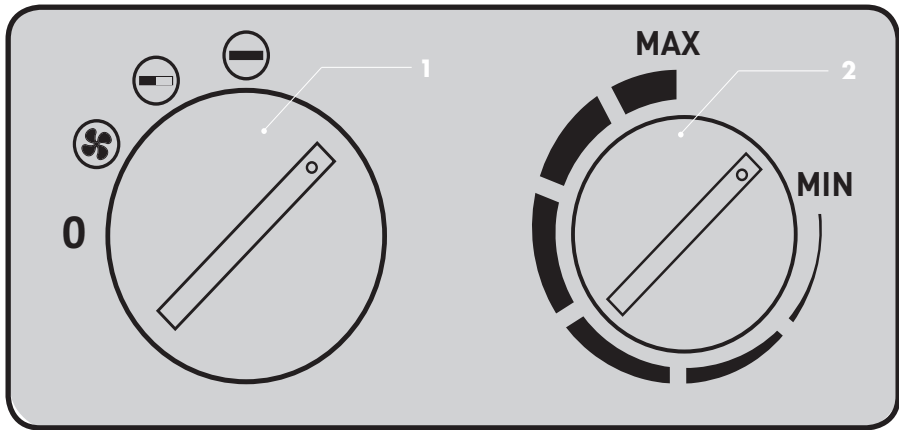

Abb. 2: Bedieneinheit
2. Schalten Sie nun das Gerät ein, indem Sie den Heizstufenschalter (siehe Abb. 2, Nr.1) auf die gewünschte Position bringen. Dabei gilt:
1. Starten Sie das Gerät, indem Sie mit Hilfe des Heizstufenschalters (siehe Abb. 2, Nr. 1) die gewünschte Heizleistung einstellen.
2. Drehen Sie den Temperaturregler (siehe Abb. 2, Nr. 2) im Uhrzeigersinn bis zum Anschlag.
1. Temperaturregler (siehe Abb. 2, Nr. 2) auf "MIN" zurückdrehen.
2. Drehen Sie den Heizstufenschalter (siehe Abb. 2, Nr. 1) auf Position "0".